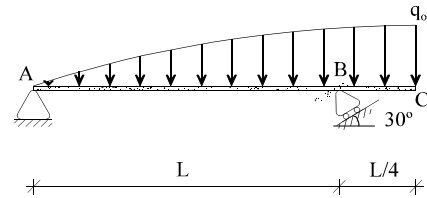

Figura 1
1) Calcular las reacciones en los apoyos de la viga de la figura 1 para los siguientes dos casos de la carga actuante: